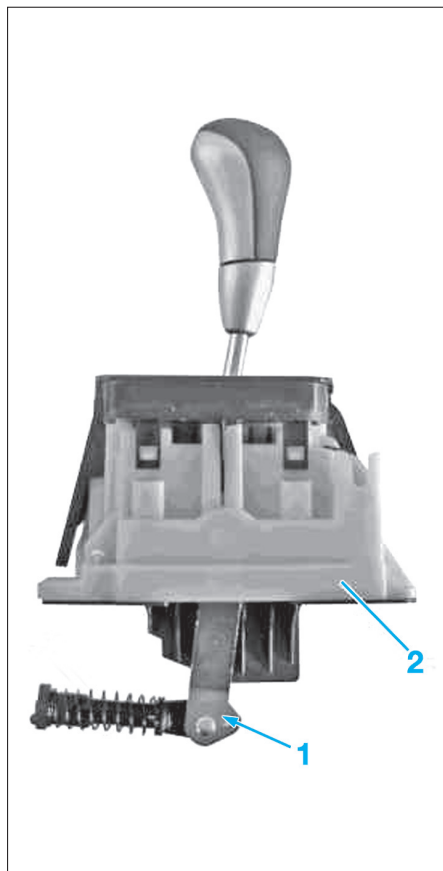

FIG. 14
- En cas de remplacement du câble de sélection, dégager la rotule (1) du boîtier sélecteur (2) (Fig.14).
- la marque sur le manchon (5) doit être tournée vers le haut. Il ne doit pas être tordu ni coincé lors de la pose,
- si la rotule (1) (Fig.14) a été dégagée, enduire l'articulation d'une légère couche de graisse,
- enduire l'articulation (7) d'une légère couche de graisse,